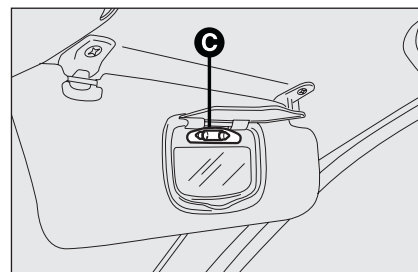

fig. 46
- ☐ sostituire la lampada **C-fig. 46** svincolandola dai contatti laterali, accertandosi che la nuova lampada risulti correttamente bloccata tra i contatti stessi.